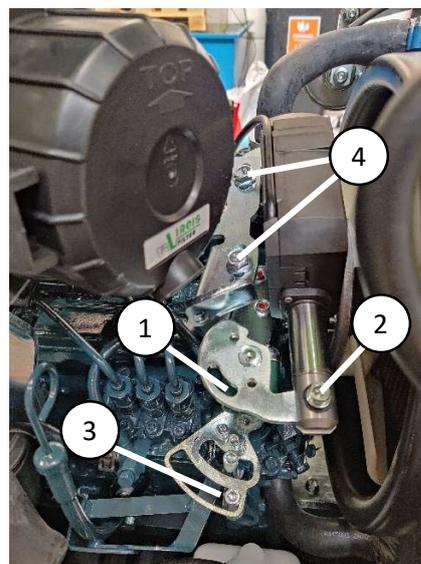

Abbildung 31. Maximalposition des Drosselmotors
Wechseln Sie das Drosselklappenlager (Abbildung 31 (1)), wenn es locker ist. Überprüfen Sie dabei das Spiel des Drosselmotors und wechseln Sie bei Bedarf die Lager der Befestigungsschrauben (Abbildung 31 (2)). Überprüfen Sie anschließend die Einstellung des Drosselmotors.
Stellen Sie zur Einstellung des Motors die Position des Dieseldrosselmotors auf 100 % (99–100 %) auf dem Display „Service-Tools“ ein. Achten Sie darauf, dass der Drosselhebel (Abbildung 31 (3)) in seine maximale Position geht. Wenn eine Einstellung erforderlich ist, lösen Sie die Schrauben (Abbildung 31 (4)) und drücken Sie den Drosselmotor, sodass sich der Hebel in seiner maximalen Position befindet. Ziehen Sie die Schrauben fest..